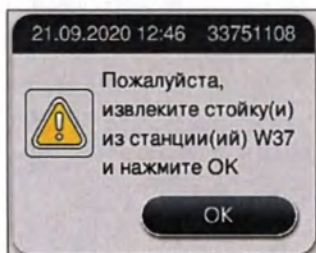

Рис. 126
4. Для каждой стойки, которая должна быть извлечена из прибора, на экране отображается соответствующее сообщение (→ "Рис. 126"). Откройте кожух и извлеките стойку из станции, указанной в сообщении. Подтвердите извлечение нажатием **ОК**. Продолжайте до тех пор, пока все требуемые стойки не будут извлечены из прибора.